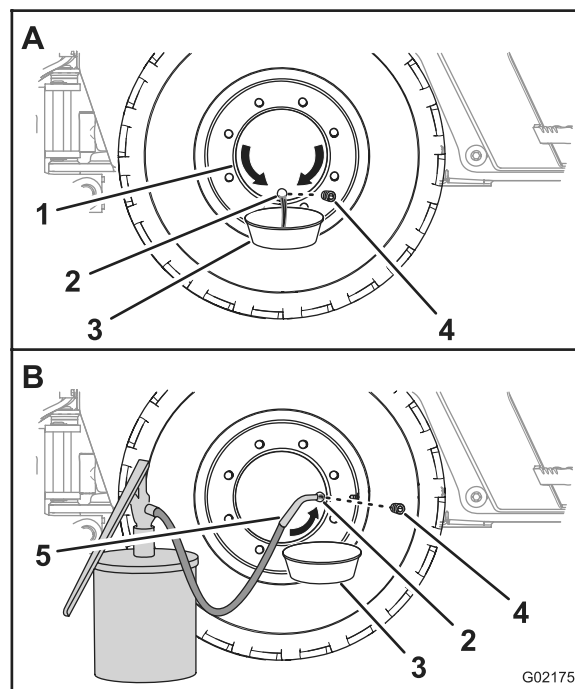

Figura 90
1. Mueva la máquina hacia adelante o hacia atrás hasta que el tapón de aceite del cubo de la rueda esté en la posición de las 6 (Figura 90).
2. Coloque un recipiente debajo del orificio de aceite del cubo de la rueda (Figura 90).
3. Retire el tapón y drene el aceite del planetario (Figura 90).
5. Mueva la máquina hacia adelante o hacia atrás hasta que el tapón de aceite del cubo de la rueda esté en la posición de las 3 o de las 9 (Figura 90).